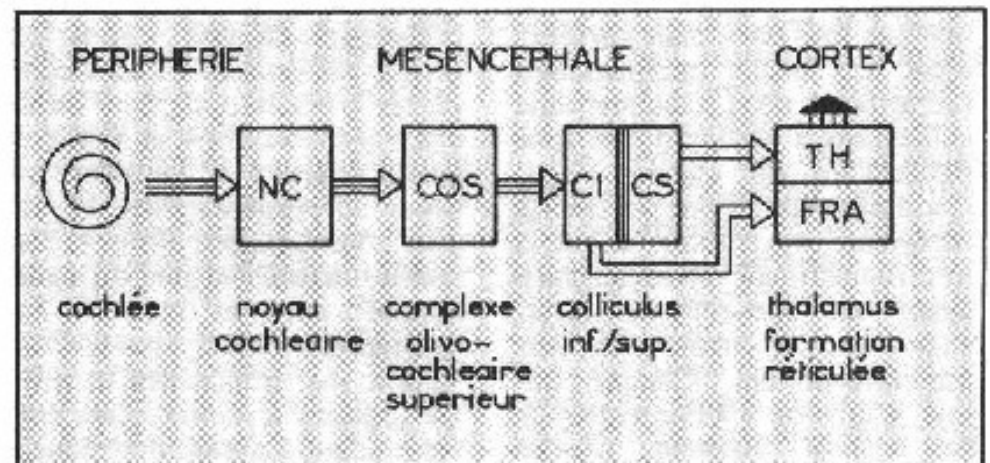

Fig. 3 : Voies auditives ascendantes (très simplifiées).
Les voies auditives empruntent de nombreuses structures sous-corticales avant de rejoindre le cortex où elles se disséminent. Cf. fig. 3. Examinons-en quelques-unes. Le **Complexe Olivaire Supérieur COS**, ancien dans l'évolution des êtres vivants, comporte des cellules excitables par les deux cochlées (EE), excitées par l'une, inhibées par l'autre (EI). Un premier groupe de neurones fonctionne pour les fréquences — étalées